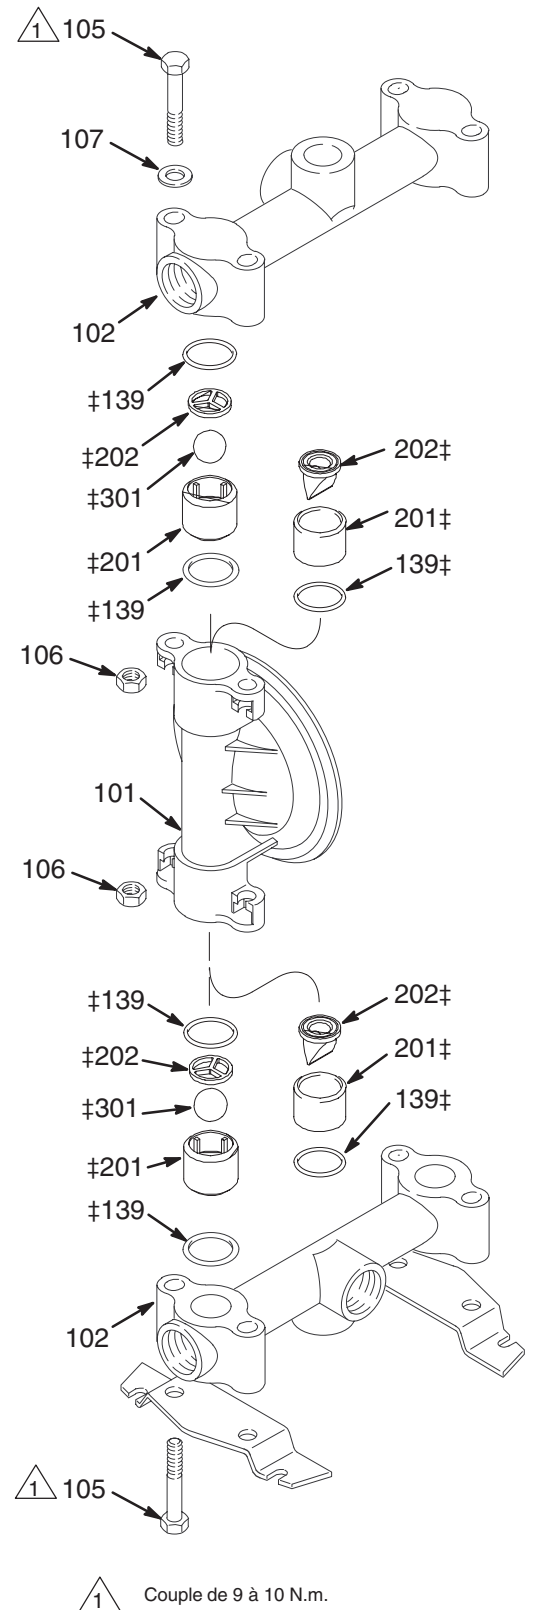

Fig. 8
2. Démonter les collecteurs (102) et les capots produit (101).
**REMARQUE:** Veiller à ce que toutes les pièces des vannes anti-retour restent en place. Voir Fig. 8, page 15.
3. Enlever la barrette de terre des colliers (109) et démonter ces derniers.
4. Démonter l'une des disques de maintien membrane (133) côté produit (la première qui viendra après les avoir desserrées avec une clé) et extraire l'axe de la membrane de la partie centrale (11).
5. À l'aide d'une clé placée sur les méplats de l'axe (15), démonter l'autre disque de maintien membrane côté produit (133) de l'axe de la membrane.
6. Enlever les vis (141), les capots d'air (136) et éliminer les parties du joint (12) adhérent à la partie centrale (11) et à la surface des capots d'air.
7. Enlever les joints en U (416) sur l'axe de la membrane et les joints toriques de la tige-pilote (1).
10. Mettre les capots produit (101) en place, installer les colliers (109) autour des capots produit et d'air, monter la barrette de terre sur les colliers et serrer les écrous des colliers entre 9 et 10 N.m.
11. S'assurer que toutes les pièces des vannes anti-retour sont bien en place. Voir Fig. 8, page 15.
12. Monter les collecteurs (102) et serrer les boulons (105) entre 9 et 10 N.m.